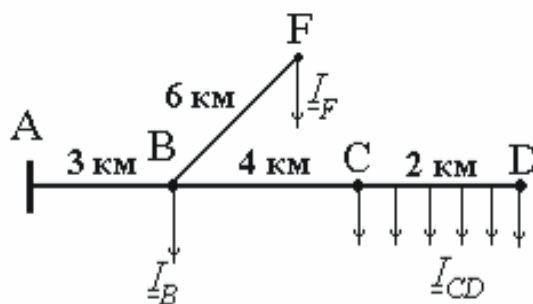

Рис. 42. Схема сети к задаче 17
**Задача 17.** Распределительная сеть номинальным напряжением 10 кВ выполнена проводом марки АС-50 (рис. 42). На участке CD подключена распределенная нагрузка с плотностью тока  $I_{CD} = 0,01$  А/м,  $\cos \varphi_{CD} = 1$ . Токи нагрузок в пунктах В и F соответственно равны: